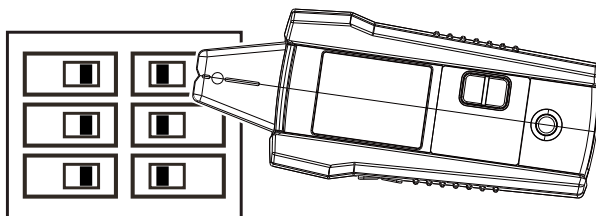

Figure 3.2d : Aligner la rainure du capteur de pointe avec le disjoncteur
2. Alignez la rainure du capteur de pointe avec la longueur du disjoncteur (voir Figure 3.2d).